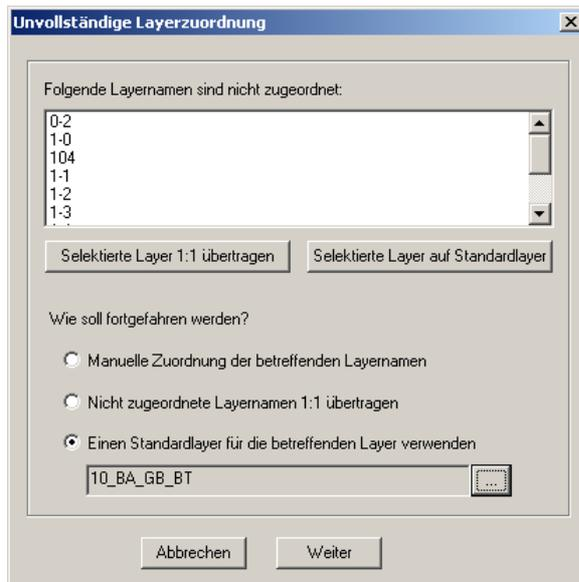

Abbildung 9.2: Dialog bei Unvollständiger Layerzuordnung
1. **Dialog zur interaktiven Bearbeitung anzeigen:** Der Konverter öffnet während der Übertragung eine Maske, über die der Benutzer verschiedene Möglichkeiten erhält, wie weiter zu verfahren ist. Diese Maske (Bild 9.2) ist weiter unter beschrieben.
Wurde bei den Optionen für das Layermapping der Punkt **Dialog zur interaktiven Bearbeitung anzeigen** gewählt, meldet sich der Konverter während der Übertragung einmal, wenn er auf nicht zugeordnete Layernamen trifft. Dem Benutzer wird in diesem Fall ein Dialog präsentiert, über den das weitere Vorgehen festgelegt werden kann. Der Dialog ist in Bild 9.2 dargestellt. Die Namen der nicht zugeordneten Layernamen sind dort in einer Liste dargestellt.